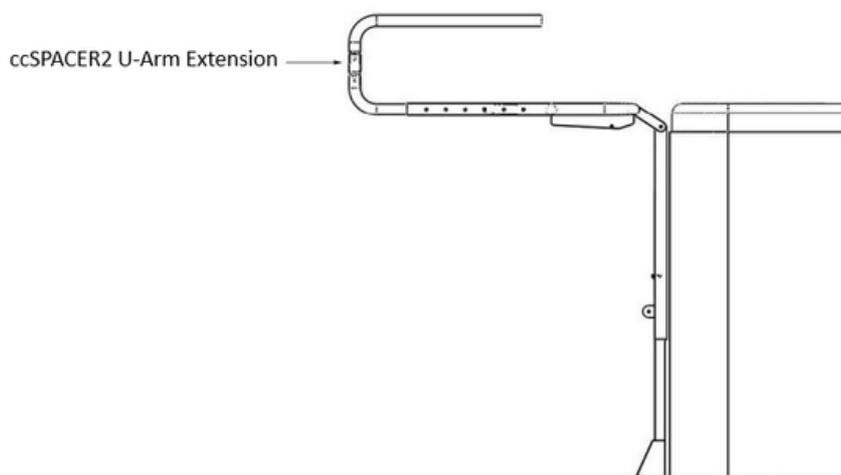

Figure 9
9. Relevez les bras en U afin qu'ils soient parallèles au sol. Levez l'unité principale de façon à ce que le tube inférieur des bras en U soit au niveau du dessus du spa, sans la couverture. Voir figure 9.